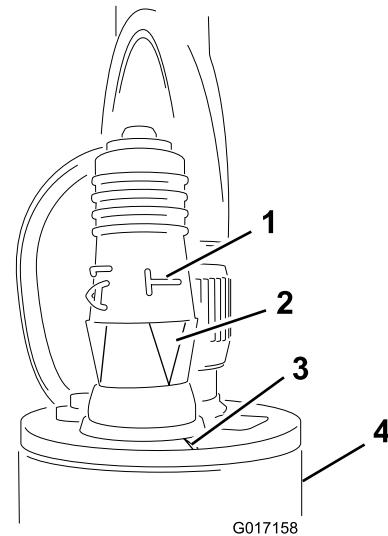

图 22
- 将可编程插头安装到传感器上图 22。
重要事项 确保横向的“T”下方的箭头与传感器上沿的槽口对齐图 22。